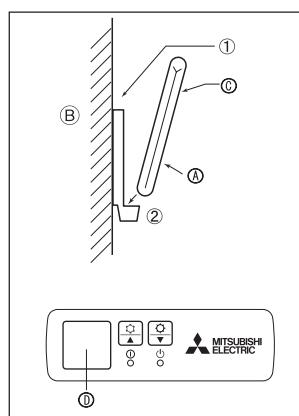
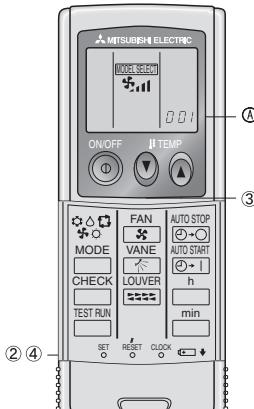

Fig. 6-5
Fig. 6-6
2) Μέθοδος εγκατάστασης (Fig. 6-5)
- ① Στρεψτε τη βάση που συγκρατεί το τηλεχειριστήριο στη θέση που θέλετε με δύο διατηρητικές βίδες.
- ② Βάλτε την κάτω άκρη του τηλεχειριστήριου μέσα στη βάση συγκρατήσεως του.
3) Ρύθμιση (Fig. 6-6)
- ① Τοποθετήστε τις μπαταρίες.
- ② Πατήστε το κουμπί SET (ΡΥΘΜΙΣΗ) με ένα αιχμηρό αντικείμενο.